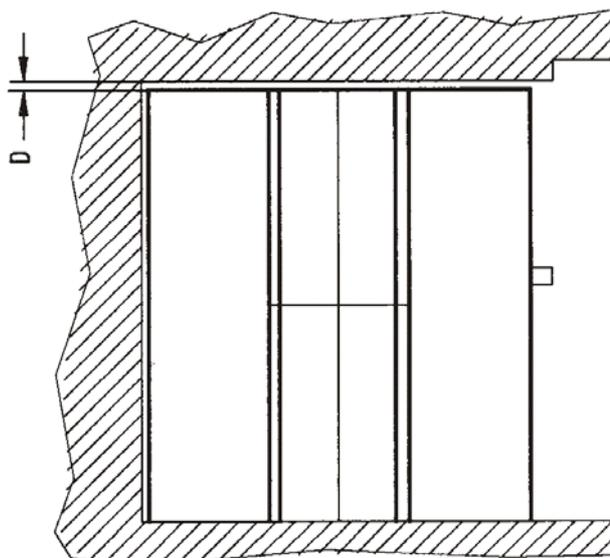

Рис. 3: Пространство над стеллажом
Если боковые панели можно смонтировать до вертикальной установки, следует ориентироваться на высоту помещения для обычного монтажа (A). Если же монтаж боковых панелей до вертикальной установки невозможен, то высота помещения (см. рис. 3) должна превышать высоту стеллажа примерно на $D = 22$ см.
Если по причине ограниченного пространства (например, при установке в шахте) детали приходится транспортировать наверх с помощью полиспаста, то высота помещения (см. рис. 3) должна превышать высоту стеллажа минимум на $D = 1$ м. Кроме этого, на монтажной площадке должна быть предусмотрена возможность крепления полиспаста (например, стальная балка).